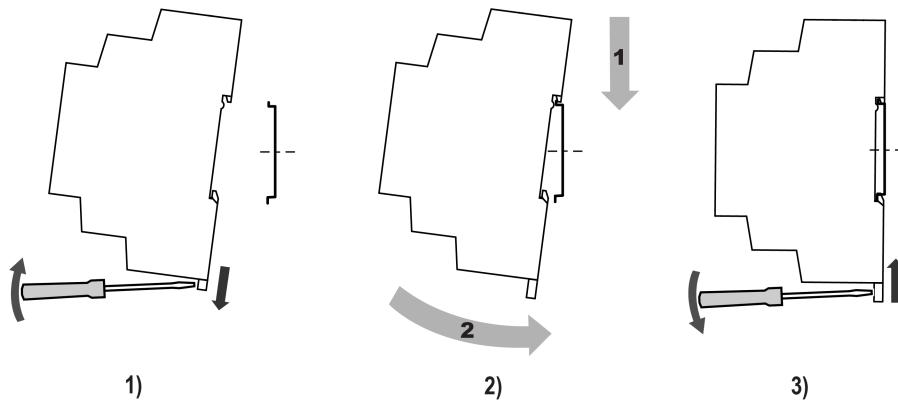

Рисунок 4.1 – Установка прибора
- Установить прибор на DIN-рейку в соответствии с в направлении стрелки 1 (рисунок 4.1, 2);
- Вставив отвертку в проушину, оттянуть защелку рисунок 4.1, 1).
- Прижать прибор к DIN-рейке в направлении, показанном стрелкой 2. Зафиксировать защелку (см. рисунок 4.1, 3).